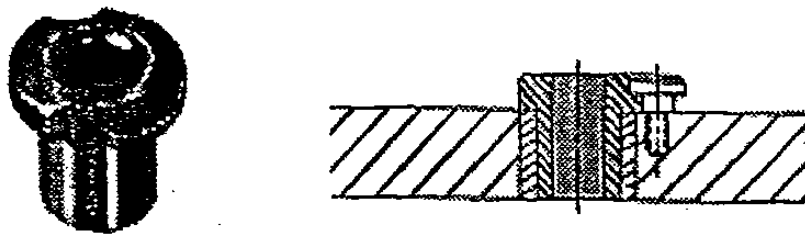

Figura 8-15. Los casquillos deslizables / fijos renovables son casquillos para perforación reemplazables que se utilizan en producciones de gran volumen.
8.1.2.1 Deslizables / Fijos Renovables. Los casquillos deslizables / Fijos renovables, tipos SF y SFC (carburo), son la forma más común de casquillos renovables, Figura 8-15. Este casquillo renovable se utiliza para reemplazar al casquillo deslizable obsoleto anterior, tipo S, y al casquillo renovable fijo, tipo F. Los casquillos deslizables / fijos renovables se adoptan tanto a las disposiciones deslizables como a las fijas con candado en el mismo casquillo, Figura 8-16.